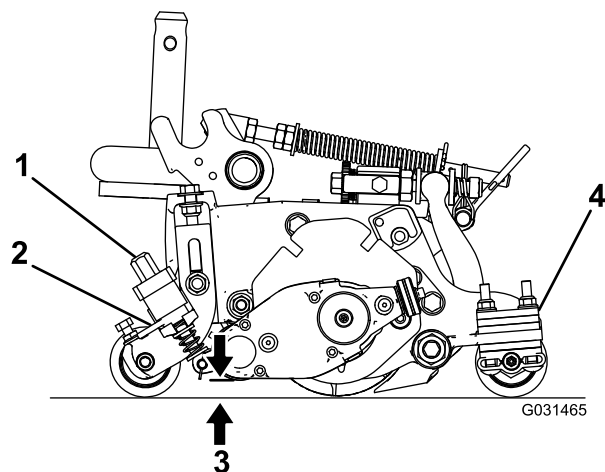

Figure 20
3. Tournez les leviers de levage rapide (Figure 20) à la position ENGAGÉE (poignée vers l'avant de l'unité de coupe).
4. À une extrémité du cylindre groomer, mesurez la distance entre la pointe de lame la plus basse et la surface de travail (Figure 20). Tournez le bouton de réglage de hauteur (Figure 20) pour élever ou abaisser la pointe de la lame du groomer à la hauteur désirée.